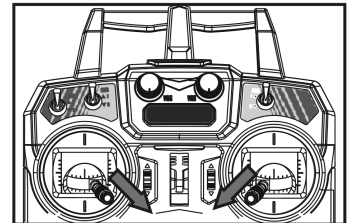

Figura 14
- Spostare lo stick sinistro verso destra e in basso e contemporaneamente lo stick destro verso sinistra e in basso (vedere figura 14).